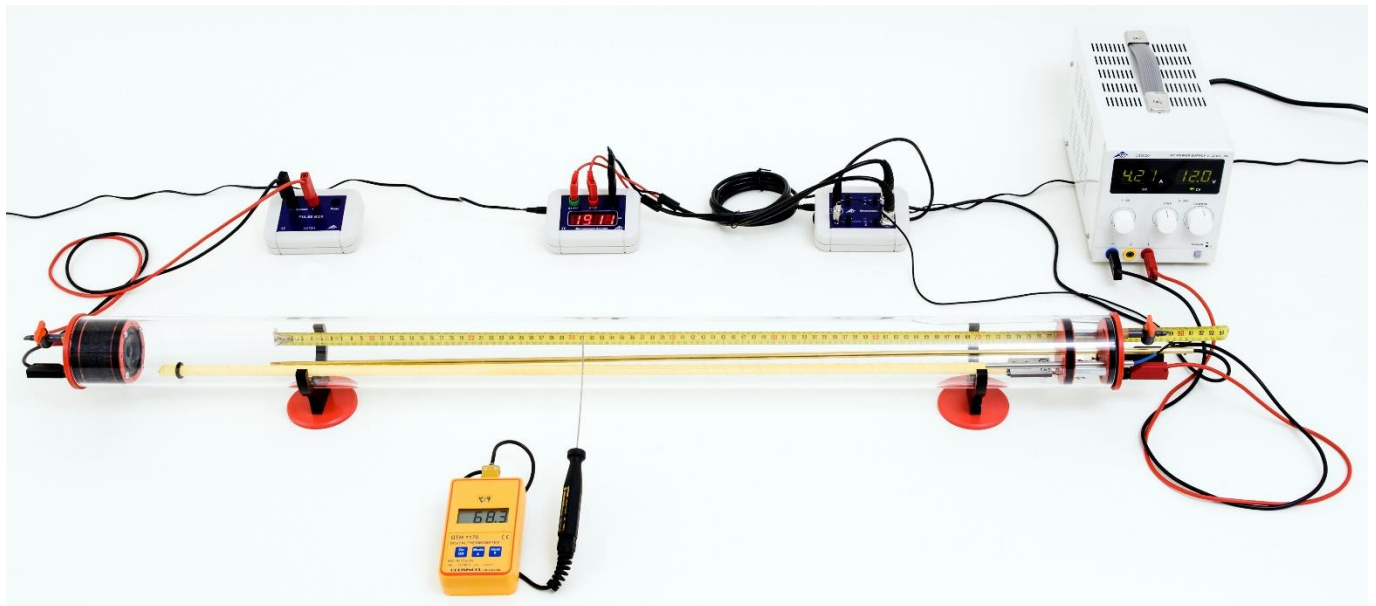

Fig. 1: Agencement de la mesure.
- Mettre le tube acoustique en place à l'aide des pieds (fig. 1).